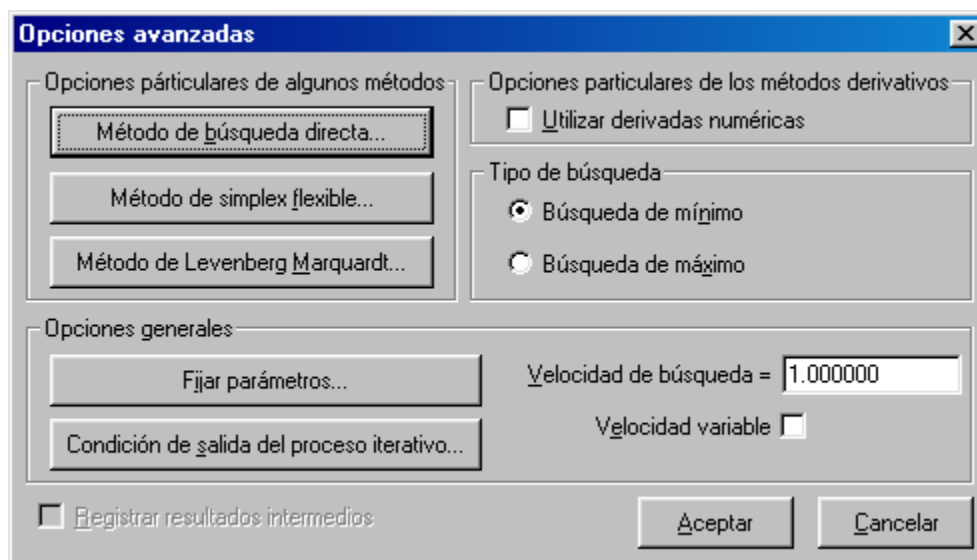

Figura A.2. El cuadro de diálogo Opciones avanzadas.
12. Seleccione nuevamente la opción de menú **Herramientas**, y seguidamente accione el elemento **Opciones avanzadas...**, esto invocará el cuadro de diálogo **Opciones avanzadas**. Desactive la casilla **Utilizar derivadas numéricas** y deje las demás opciones como están como se muestra en la figura A.2.